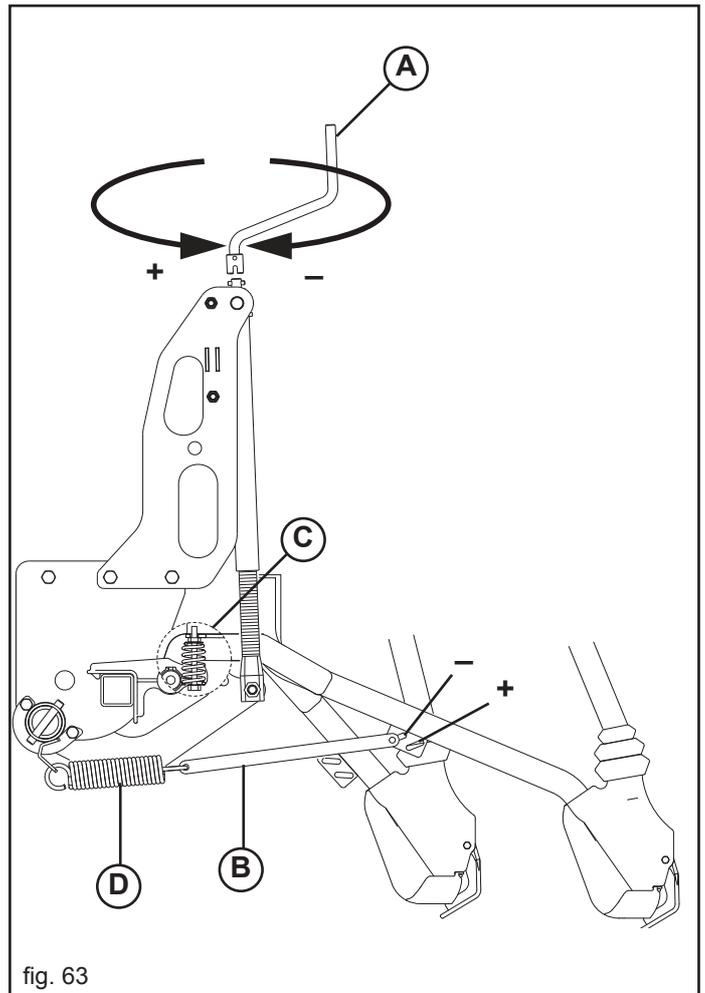
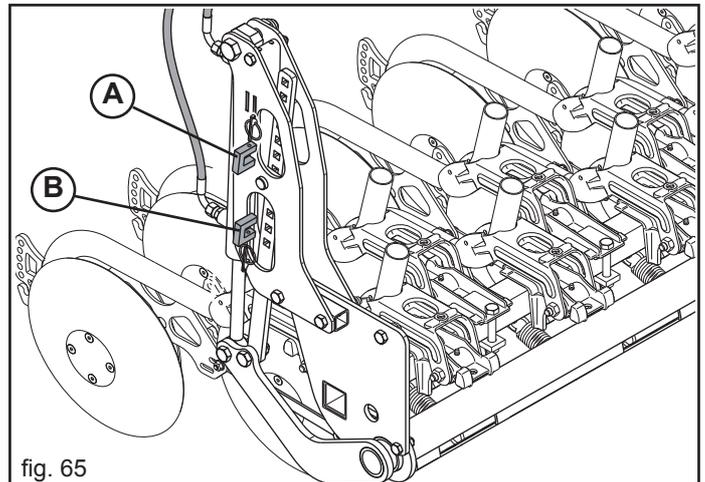

fig. 63
fig. 65
Die Aussaatiefe wird mit einer Kurbel gleichzeitig für alle Scharren eingestellt. Beim Drehen dieser Kurbel (A, Abb. 63) im Uhrzeigerichtung üben die Scharren mittels der Zugfedern einen größeren Druck auf den Boden aus und das Saatgut fällt automatisch tiefer in den Boden.
Nur mit Stiefelscharenreißern ist als Zubehör eine Feder (C, Abb. 63) verfügbar, die das Gewicht des einzelnen komplett entlasteten Federelements (D) annulliert. Dadurch wird eine oberflächliche Saatgutsstreuung ermöglicht.
Auf Antrag kann die errichtende Maßeinheit mit hydraulischer Regelung des Drucks der Furche Öffner ausgerüstet werden (Fig. 65). Diese Vorrichtung wird anstatt der manuellen Einstellerschrauben (Fig. 63) gepaßt und angeschlossen durch die speziellen hydraulischen Schläuche an den Traktorverteiler (doppelter Effekt). Die Vorrichtung wird bearbeitet, indem man den Hebel des Traktorverteilers verschiebt.
Die Blöcke (A-B, Abb. 65) begrenzen jeweils des Höchst- und Mindestdruck der Säscharenreißer und dienen als Endanschlag des ölhydraulischen Zylinders.